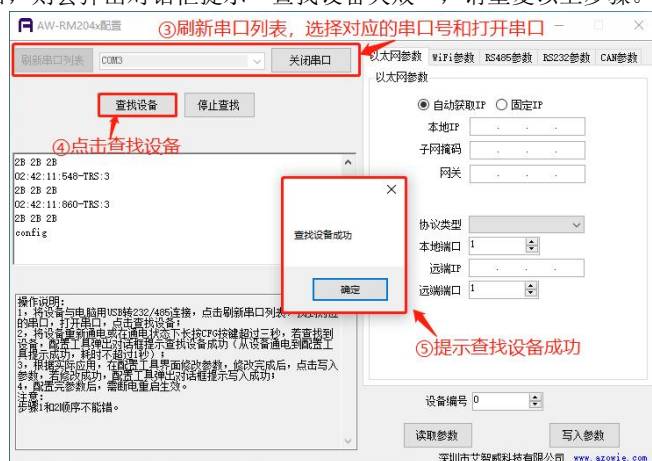

图6.1.4 查找设备
- RS232/RS485连接：将远程控制器用USB转RS232或者USB转RS485工具与电脑连接。选择对应串口号，点击“打开串口”后，再点击“查找设备”，然后给远程控制器通电。若查找到远程控制器，会弹出对话框提示“查找设备成功”，如图6.1.4所示；若未查找到远程控制器，则会弹出对话框提示“查找设备失败”，请重复以上步骤。